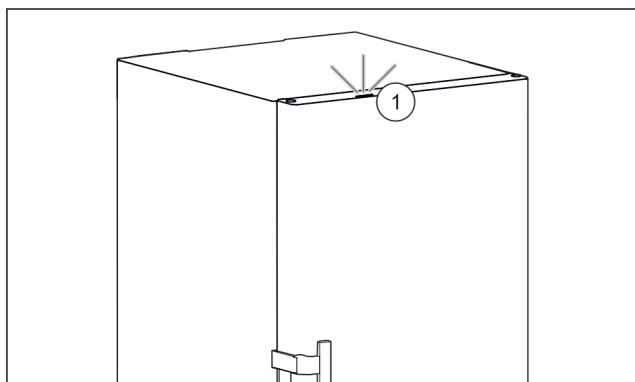

Fig. 61 Voyant d'état actif lorsque la porte est fermée
- Le voyant d'état Fig. 61 (1) est activé.